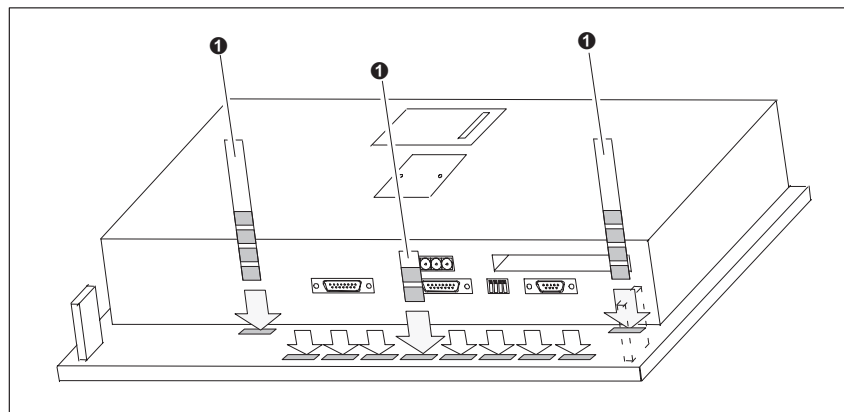

Figure 16-3 Insertion des bandes d'étiquettes
3. Insérez les nouvelles étiquettes ❶ avec le libellé vers le bas dans les fentes sur l'arrière de la face avant (voir la figure 16-3).